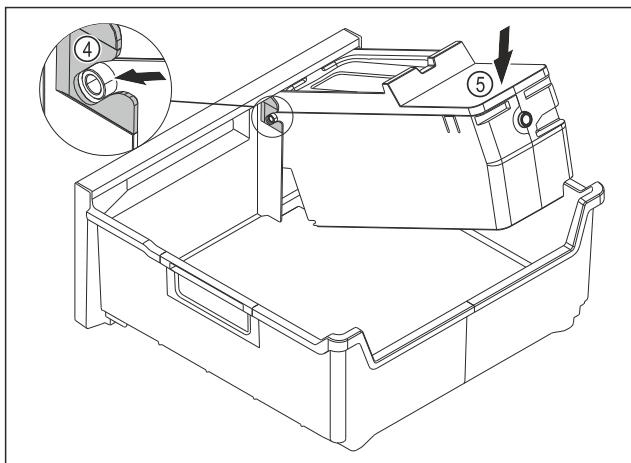

Fig. 116
- ▶ Montáž korpusu EasyTwist-Ice: Osy korpusu EasyTwist-Ice zasuňte do vedení Fig. 116 (4).
- ▶ Stlačte korpus EasyTwist-Ice Fig. 116 (5) vzadu dolů.